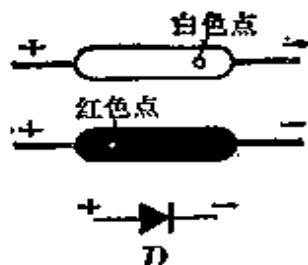

图 1-4
3. 晶体二极管 外形和符号如图 1-4。本机用型号为2AP9 的晶体二极管。晶体二极管有两个电极——正极和负极。为了便于识别，一般都用涂有颜色的小点来区别。涂有红点的一端为正极，另一端为负极。也有些二极管涂有白点的一端